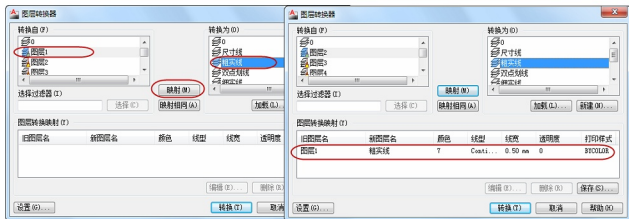

图 2-15 图层转换过程
(2) 将“图层 1”转变为“粗实线”层：单击【转换自】列表框中“图层 1”，单击【转换为】列表框中的“粗实线”层，最后单击【映射】按钮，如图 2-15 所示，【图层转变映射】列表框中显示了转换结果，且【转换自】列表框中“图层 1”消失。
(3) 重复步骤(2)，可以将对应图层一一转换。